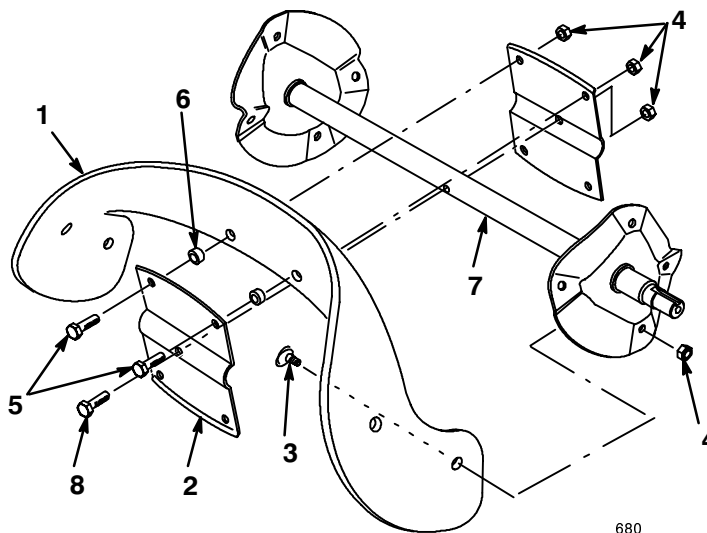

Bild 23
- Entfernen Sie die vier Torx-Schrauben und die sechs Sicherungsmuttern, mit denen die Außenseite der Rotorwellengruppe abgesichert ist (Bild 23).
2. Entfernen Sie die beiden Sechskantschrauben, die beiden Distanzstücke und die beiden Sicherungsmuttern, mit denen die Mitte des Blatts an den Rotorhälften abgesichert ist (Bild 23).
3. Lockern Sie die Sechskantschraube, mit der die Rotorhälften an der Schneckenwellengruppe befestigt ist (Bild 23).
4. Schieben Sie das Blatt aus seiner Position zwischen den Rotorhälften heraus (Bild 23).